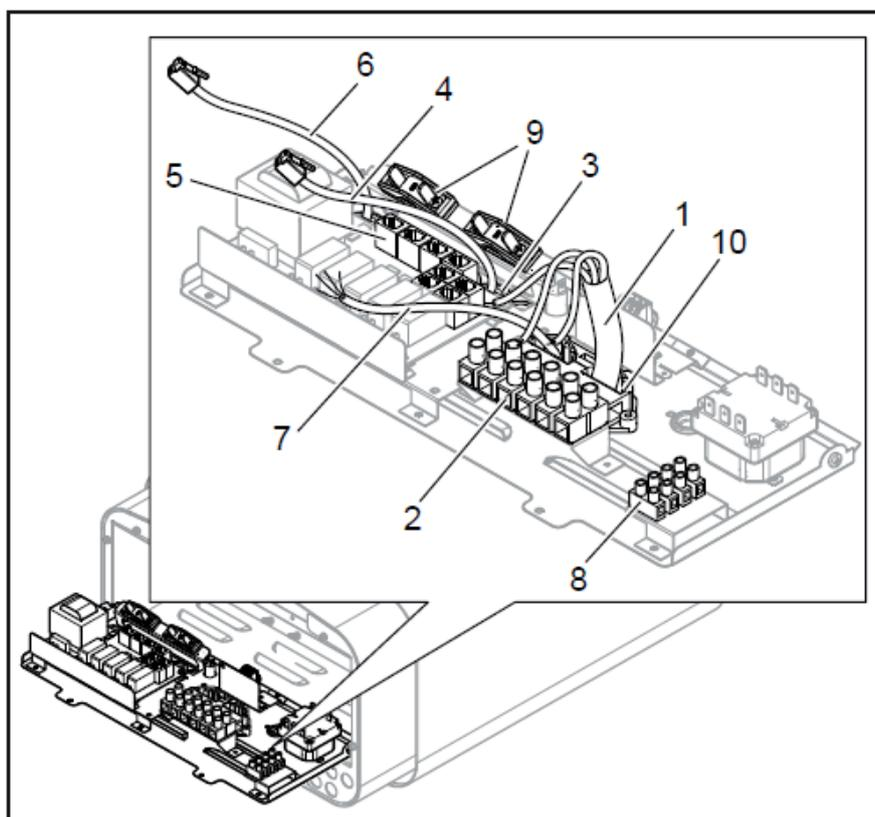
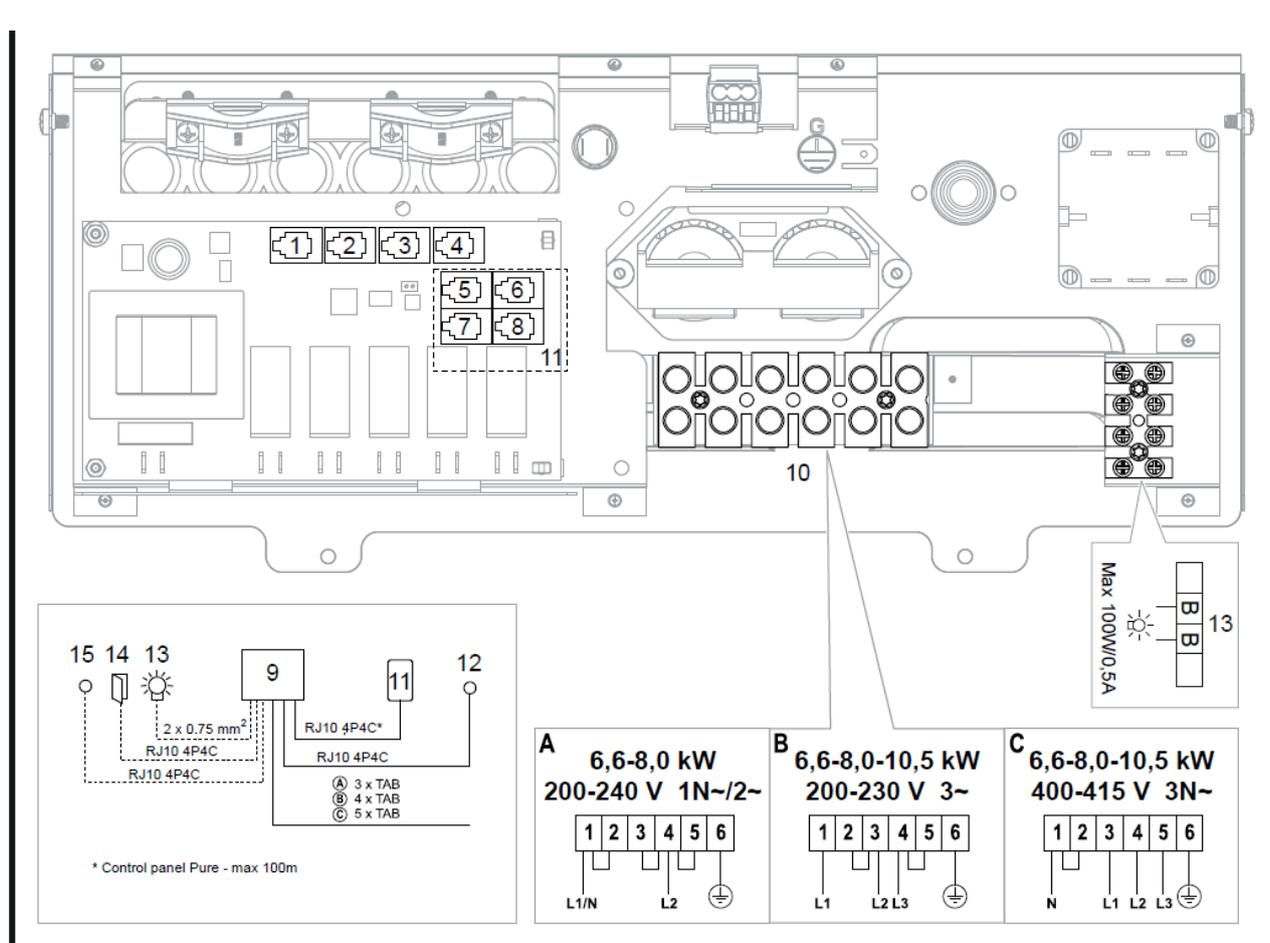

Figura 9: Circuito stampato
Figura 17: Schema elettrico
3. Collegare il cavo elettrico (1) al terminale (2) (vedi Figura 9) secondo lo schema elettrico (vedi Collegamento/cablaggio sezione diagramma, pagina 11).
4. Passare i cavi per il pannello di controllo e la temperatura sensore attraverso i passacavi (3). Collega il controllo cavo del pannello (4) ad uno dei quattro contatti RS485 (posizioni 5-8) (vedi Figura 9) secondo lo schema elettrico (vedi Sezione collegamento/schema elettrico).
5. Collegare il cavo del sensore (6) al contatto NTC sul circuito scheda (posizione 1) (5) (vedi Schema di collegamento/collegamento sezione) secondo lo schema elettrico (vedi la sezione Collegamento/ sezione schema elettrico, pagina 11).
6. Collegare il cavo luce (se pertinente) (7), vedi Figura 9, al morsetto (8) secondo lo schema elettrico Figura 17.